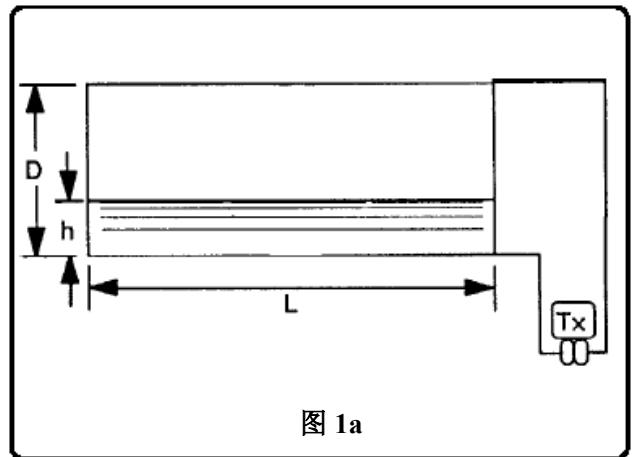

图 1a
a) 具有平面末端的柱状容器（不常用，图1a）。变送器测量整个容器高度。